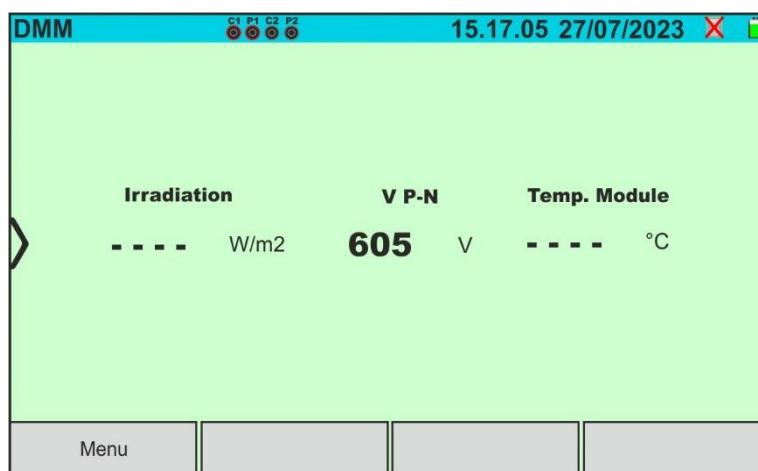

Fig. 14: Écran de mesure fonction DMM (SOLAR03 débranché)
3. Appuyez sur l'icône « **Valeurs** » sur la deuxième page du menu général. La valeur de la tension CC V P-N est affichée à l'écran comme indiqué dans la suivante Fig. 14. Appuyer sur la touche « **Menu** » pour revenir au menu général